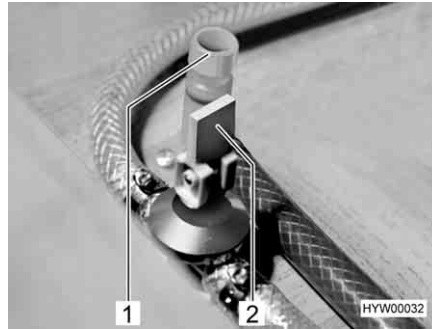

Fig. 104 Rubinetti di scarico
- Chiudere il rubinetto di scarico (Fig. 104,2). A questo scopo posizionare orizzontalmente la leva a bilanciere. Il rubinetto di scarico si trova in cucina sotto la parte sinistra dell'armadio.
- Chiudere il rubinetto di scarico (Fig. 104,1). A tal fine ruotare il coperchio in senso orario.
- Aprire il rubinetto di scarico del boiler (Fig. 104,2). A questo scopo mettere la leva a bilanciere sul rubinetto di scarico del Boiler in posizione verticale.